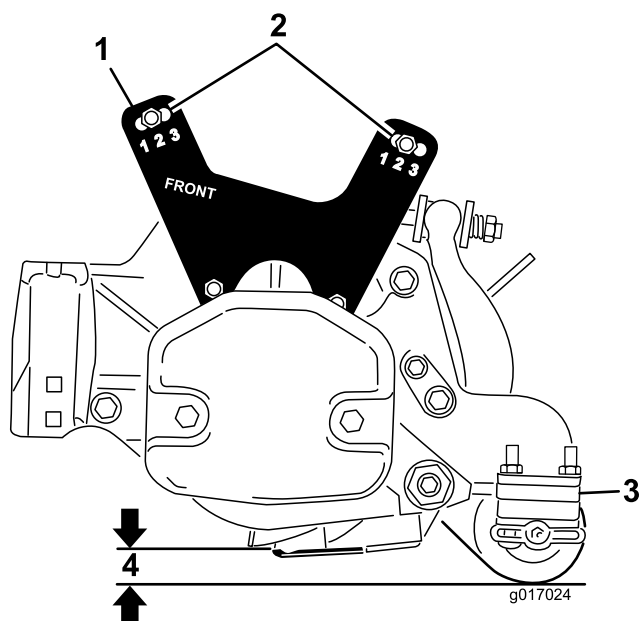

Bild 20
- Senken Sie die Schneideinheit auf den Boden ab und messen den Abstand zwischen dem Boden und der Oberkante des Unter messers, wie in Bild 20 abgebildet.